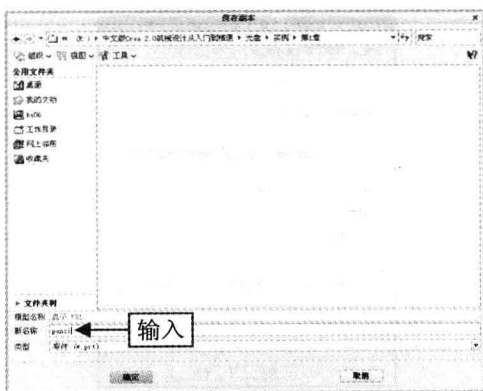

图 1-30 “保存副本”对话框
Step 02 在“功能区”选项板中，单击“文件”|“另存为”命令，弹出“保存副本”对话框，设置保存路径，在“新名称”文本框中输入“panzi”，如图 1-30 所示，单击“确定”按钮，即可另存为图形文件。